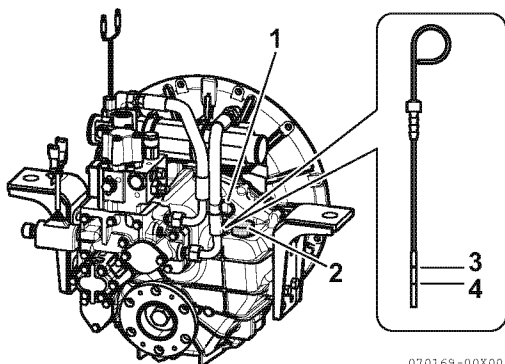

Figure 8
2. Enlevez le bouchon de remplissage (**Figure 8, (2)**) au sommet du boîtier.
3. Enlevez la jauge (**Figure 8, (1)**) et nettoyez-la avec un tissu propre.
5. Enlevez la jauge. Le niveau de l'huile doit être compris entre les lignes supérieure (**Figure 8, (3)**) et inférieure (**Figure 8, (4)**) de la jauge.
3. Remplissez avec de l'huile jusqu'à la limite supérieure sur la jauge (**Figure 8, (3)**). Voir *Spécifications de l'huile pour engrenage marin* à la page 34.